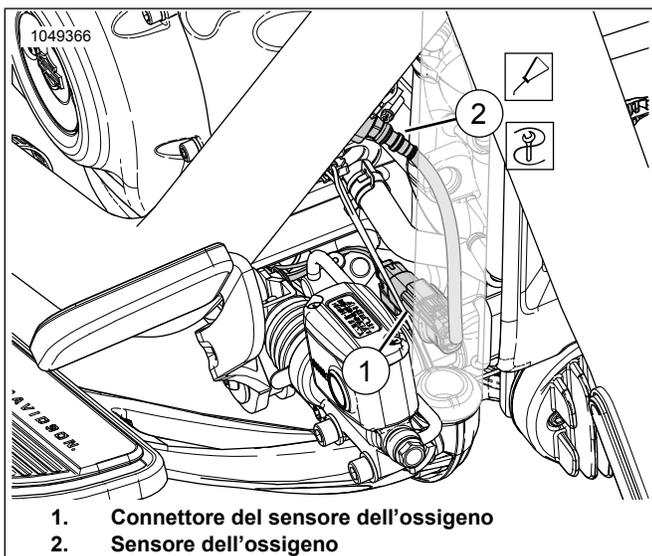

Figura 21. Sensore anteriore dell'ossigeno
Vedere Figura 21. Scollegare il connettore del sensore dell'ossigeno anteriore (1) dal cablaggio principale.